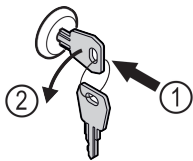

Fig. 131
- ▶ Insérer la clé. Fig. 131 (1)
- ▶ Tourner la clé à 90° dans le sens antihoraire. Fig. 131 (2)